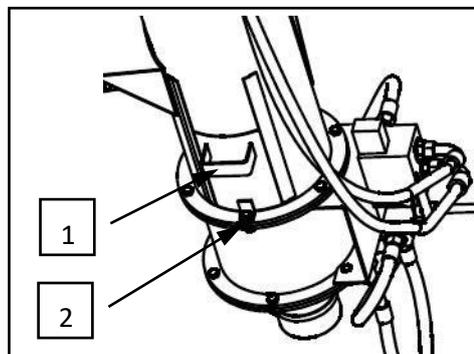

Fig.9 Orificio de inspección
La limpieza del transportador se lleva a cabo a través del orificio de inspección, (Fig. 9) La limpieza se hace abriendo el punto de inspección colocado en la tubería (Figura 11). Para abrir la salida (1), desenrosque el tornillo M8x25 (2) que conecta el pestillo. Luego, sujetando el mango tire hacia usted y deje que las sobras salgan.